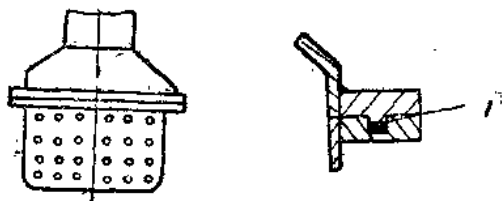

图 7
(3)为了防止水龍頭“子口”被刺破，可在法兰盘上进行如图7的改进，将上下法兰盘作一“子口”，中間垫上胶皮垫。